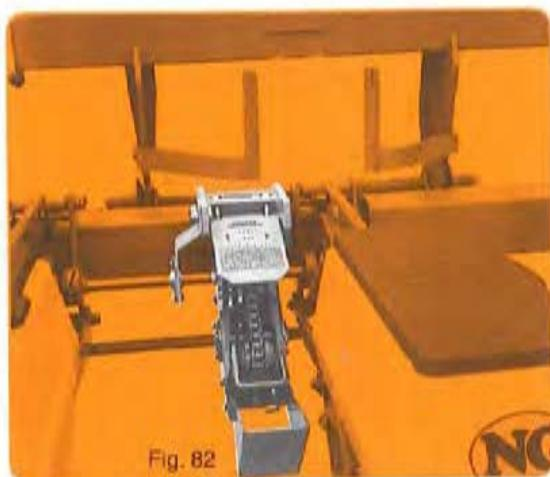

Fig. 82
- Montage déporté (fig. 82) pour semoir à nombre de rangs impair. La boîte se place à gauche et au plus près de l'élément central : pour cela supprimer 1 des paliers (4) support axe hexagonal.
Seitlich gesetzte Montage (Abb. 82) für Sämaschinen ungerader Reihenanzahl und Reihenabstände unter 45 cm. Das Wechselgetriebe wird links und ganz nah am mittleren Element angebracht. Bei dieser Stellung ist die Lagerstütze (4) zu entfernen.
- Offset assembly (fig. 82) for planters with an odd number of rows and inter-row spacing under 45 cm (18"). The gearbox is then mounted on the left and as close as possible to the central metering unit. To do so, remove one of the bearing fingers (1) which support the hexagonal shaft.
- montage uit het midden (fig. 82) voor een zaaimachine met een oneven aantal rijen. De tandwielkast wordt links van, en zo dicht mogelijk bij het middelste element geplaatst. Daartoe één van de lagers (4) verwijderen.